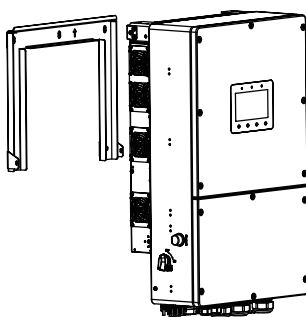

Figura 3.7 Suport pentru montare pe perete
2. Ridicați invertorul (având grijă să nu forțați corpul și aliniați suportul din spate de pe invertor cu secțiunea convexă a suportului de montare. Suspențați invertorul pe suportul de montare și asigurați-vă că invertorul este bine fixat (a se vedea figura 3.7).